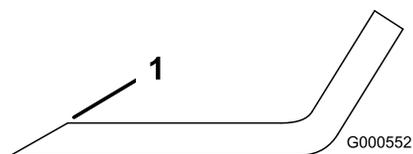
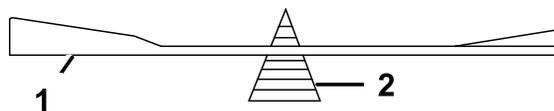

Figure 49
Figure 50
1. Au moyen d'une lime, aiguisez les tranchants aux deux extrémités de la lame (Figure 49) en veillant à conserver l'angle de coupe d'origine. Limez la même quantité de métal sur chacun des deux tranchants pour ne pas déséquilibrer la lame.
2. Vérifiez l'équilibre de la lame en la plaçant sur un équilibreur (Figure 50). Si la lame reste horizontale, elle est équilibrée et peut être utilisée. Si la lame est déséquilibrée, limez un peu l'extrémité de la partie relevée seulement (Figure 49). Répétez la procédure jusqu'à ce que la lame soit équilibrée.